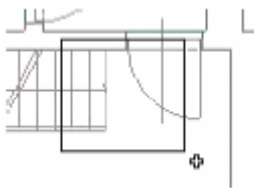

Рис. 1.4-6
- нажмите левую кнопку мыши. Держите ее нажатой и одновременным смещением мыши влево-вниз обозначите площадь, содержащую правую часть лестницы (Рис. 1.4-6).